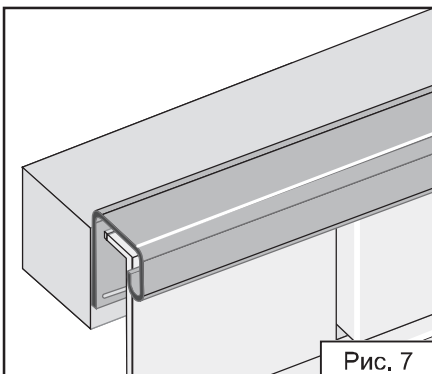

Рис. 7
7. Крепление дополнительных элементов (ставни, козырек и т.п.) поверх смонтированных панелей должно осуществляться к обрешетке через специально просверленные отверстия большего диаметра, чем диаметр крепежного элемента (рис. 7)